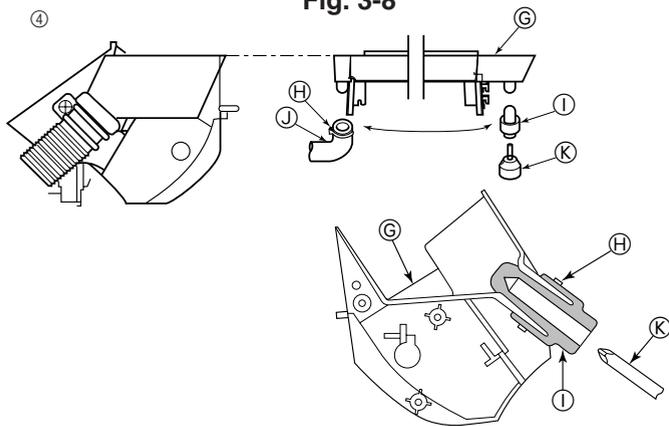

Fig. 3-9
④ O tubo de drenagem pode ser conectado em duas posições diferentes. Utilize a posição mais conveniente e, se necessário, troque a posição do recipiente de drenagem, do bujão de borracha e do tubo de drenagem. (Fig. 3-9)